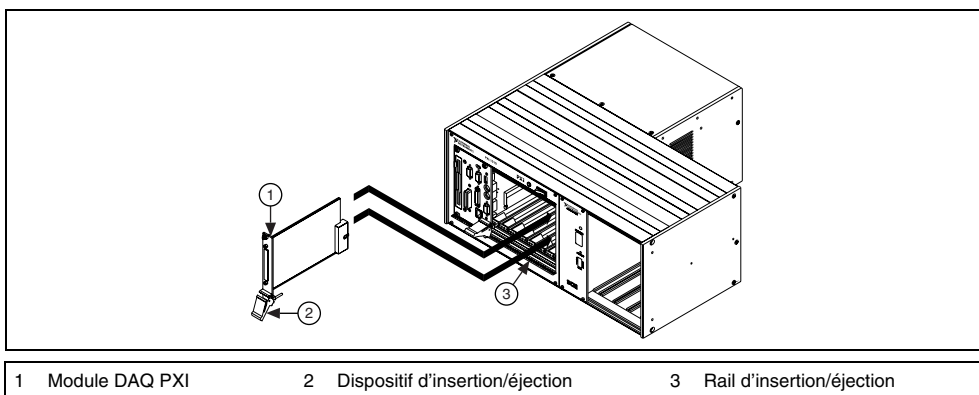

Figure 4. Installation du module PXI dans un nouveau châssis
2. Placez les bords du module dans les guides de module PXI inférieur et supérieur, comme illustré sur la figure 4.